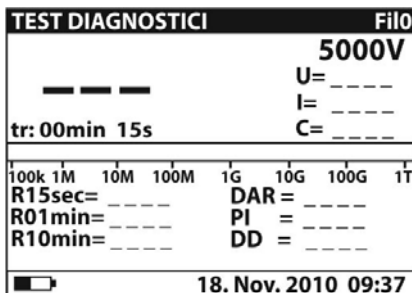
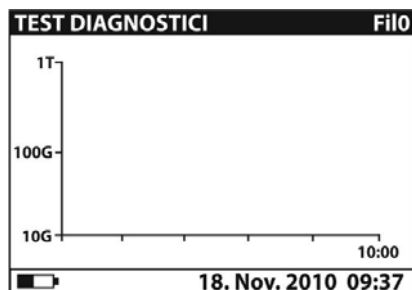

Fig. 29: Videata iniziale numerica
Fig. 31: Videata iniziale grafica
2. Selezionare con i tasti freccia \blacktriangledown o \blacktriangle la voce "TEST DIAGNOSTICI" sul menu principale e confermare con il tasto **SELECT**. La videata di Fig. 29 è mostrata dallo strumento. Nel caso in cui l'opzione grafico R(t) sia **attivata (ON)** premere i tasti freccia \blacktriangledown o \blacktriangle per passare alla videata grafica di Fig. 31